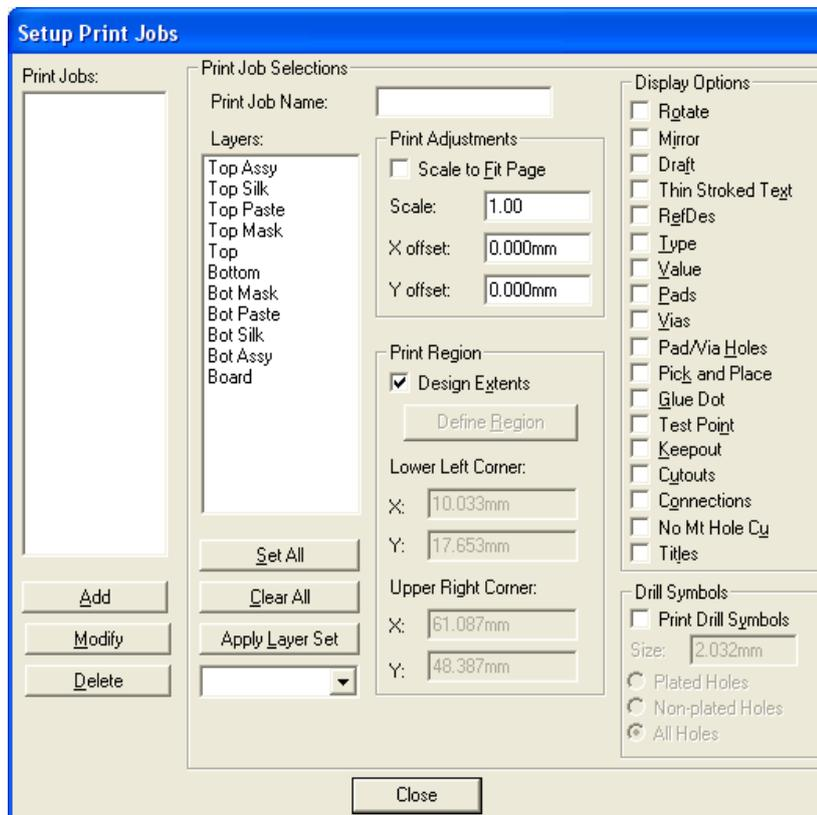

Рис.10.9. Окно **Setup Print Jobs**.
- Нажмите на кнопку **Setup Print Jobs** для того, чтобы с помощью появившегося диалогового окна (рис.10.9) сформировать задания на печать.